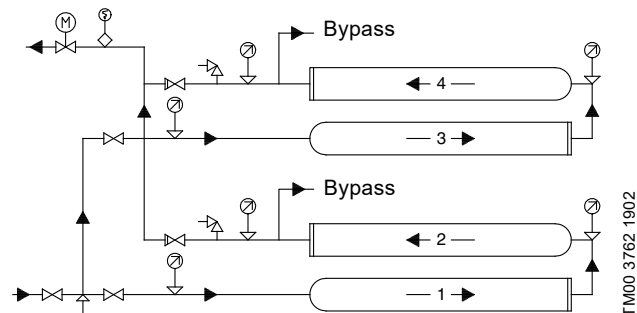

Fig. 8 Sistema de pressurização com dois módulos ligados em série e em paralelo, montados um sobre o outro
- Para módulos ligados em série e paralelo, montados um sobre o outro, recomendamos ligar as tubagens conforme indicado na fig. 8.